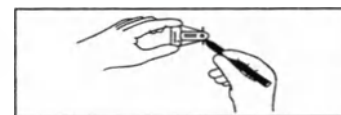

FIGURA 8
e) Cuando el imán del MAGNA-FINDER™ esté perpendicular a la base del MAGNA-FINDER™, marque el tejido con un marcador quirúrgico en las dos muescas situadas en la base del MAGNA-FINDER™. Las líneas entre estas dos marcas indica la posición de un plano, como se muestra en la Figura 8. El MAGNA-SITE™ se encontrará en un punto a lo largo de este plano.